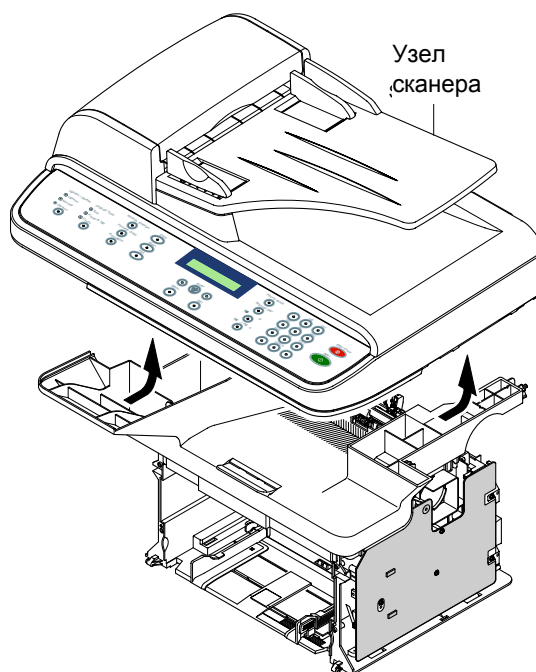

Рисунок 3
6. Освободите узел сканера в направлении стрелки, рисунок 3.